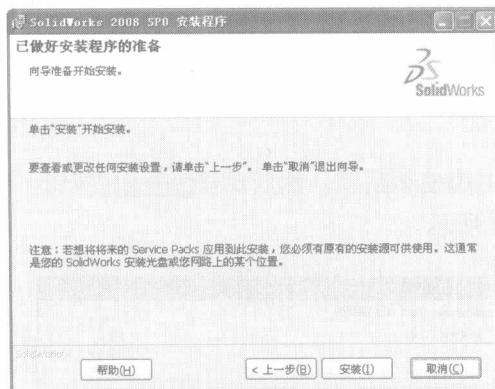

图 1-7 【已做好安装程序的准备】对话框
(7) 选中【不, 我不想参与】单选按钮, 然后单击【下一步(N)>】按钮, 进入【已做好安装程序的准备】对话框, 如图 1-7 所示。